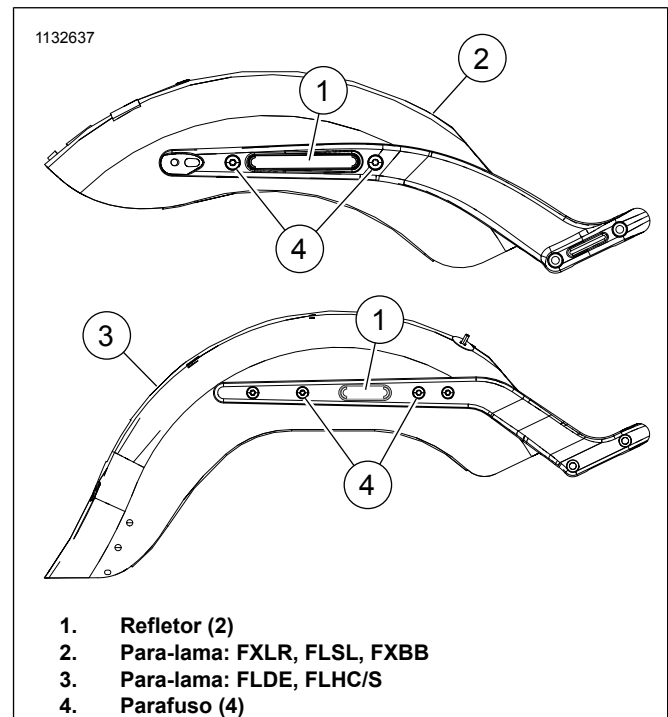

Figura 1. Parafuso da escora do para-lama
- Veja Figura 1. Remova o refletor OEM (1) de cada lado da escora do para-lama.
- Remova os parafusos (4) do para-lama (2, 3).